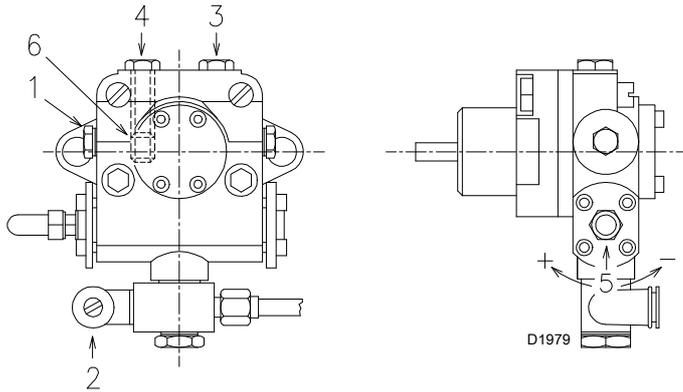

图 30
油泵安装在燃烧器上时，旁路系统被螺栓 6) (图 30) 锁紧。
油泵出厂时已经注满油，因此可以进行上述操作。如果油泵内的油被排空，可在启动前通过真空计 4) (图 30) 上的开口注油；否则油泵无法启动。
启动自吸功能时，松开油泵上的螺丝 3) (图 30)，排出进油管路上的空气。
- 当有轻油从螺丝 3) 图 30) 处流出时，可认为油泵已启动。